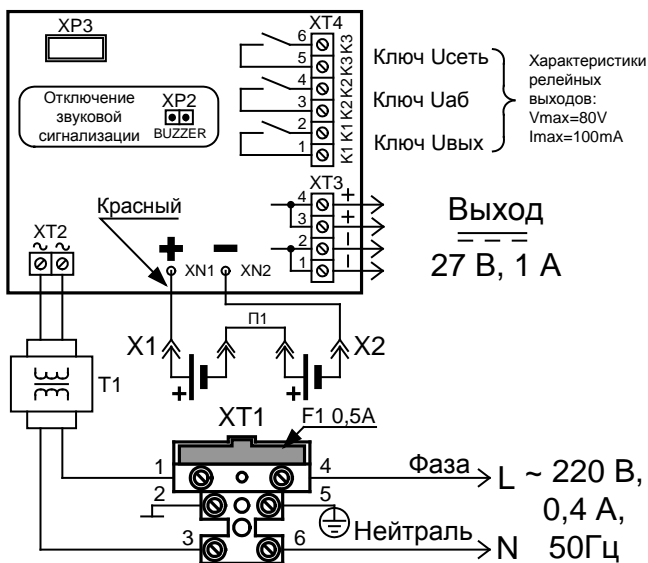

Рисунок 1 Схема подключения РИП
1.2.15 РИП обеспечивает возможность отключения звуковой сигнализации путём снятия переключки с разъёма ХР2 (расположение разъёма показано на Рис. 1.).
Внимание! При подключении внешнего питающего напряжения 220 В к сетевой колодке необходимо соблюдать правильность подключения проводов «фаза» и «нейтраль». Подключение производить в соответствии с рисунком, расположенным на внутренней стороне корпуса или в соответствии с Рис. 1 данной этикетки.
в) подключить нагрузку к выходной клеммной колодке, соблюдая полярность (ХТ3/1,2 – «-», ХТ3/3,4 – «+», см. Рис. 1).
ж) При необходимости организации дистанционной сигнализации наличия сетевого напряжения, выходного напряжения и напряжения батареи подключить выходы оптореле К1, К2 и К3 к шлейфам сигнализации приборов согласно Рис. 1. Состояния цепей оптореле приведены в Таблице 1.